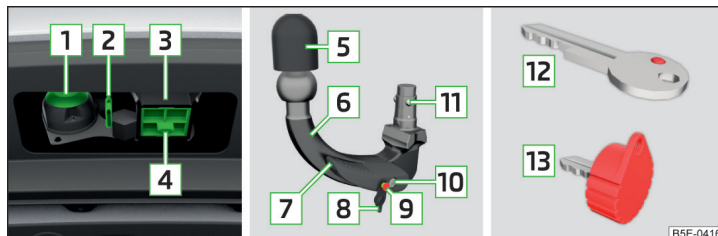

Abb. 297 Träger der Anhängervorrichtung / Kugelstange / Schlüsselvarianten
Träger der Anhängervorrichtung, Kugelstange und Schlüsselvarianten (ausstattungsabhängig) » Abb. 297
- Die Abdeckkappe für den Aufnahmebohrer **4** nach unten abziehen » Abb. 297 auf Seite 264.